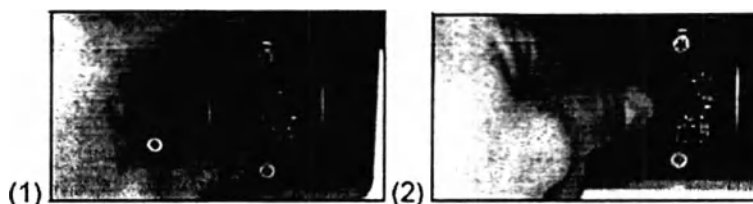

Рисунок 26. Установка предохранителя
4. Вставьте новый предохранитель в анализатор (рисунок 26).